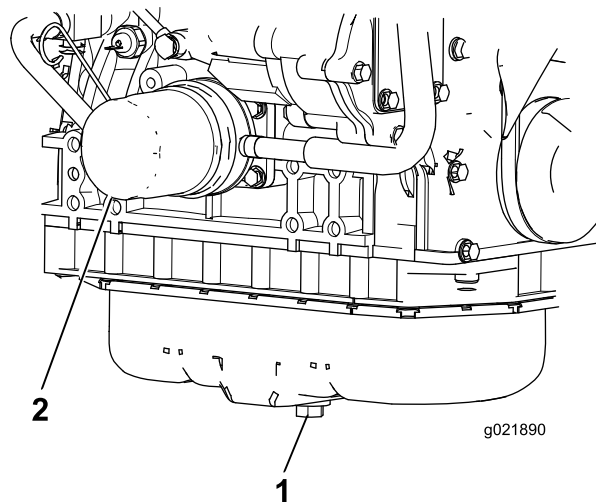

Figure 73
1. Retirez le bouchon de vidange (Figure 73) et faites couler l'huile moteur dans un bac de vidange. Remettez le bouchon en place lorsque la vidange d'huile est terminée.
2. Déposez le filtre à huile (Figure 73). Appliquez une fine couche d'huile propre sur le joint du filtre de rechange avant de le visser en place. **Ne serrez pas excessivement.**